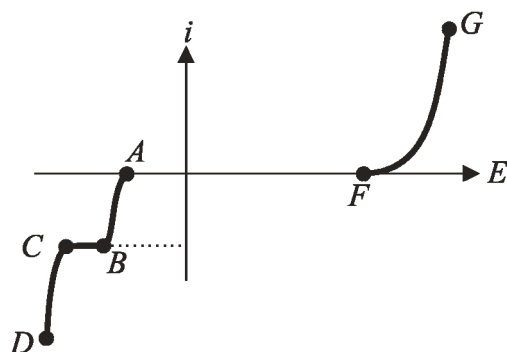

Figure 10 - Allure des courbes intensité-potentiel.
- 38) La figure 10 donne l'allure des courbes intensité-potentiel obtenues expérimentalement.